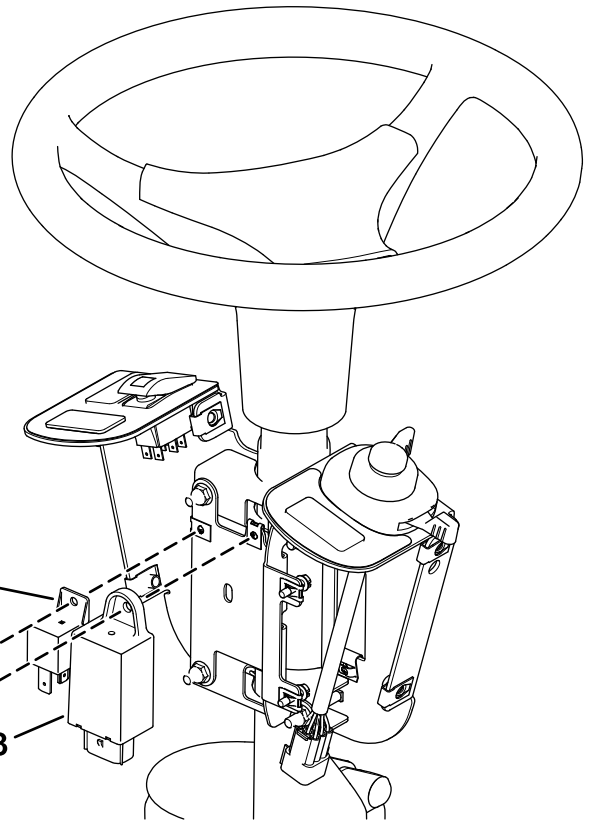

Figure 7
4. Fixez la centrale clignotante et le relais sur la plaque de montage de fusible à l'aide de 2 vis (n° 10 x 3/8"), comme montré à la Figure 7.